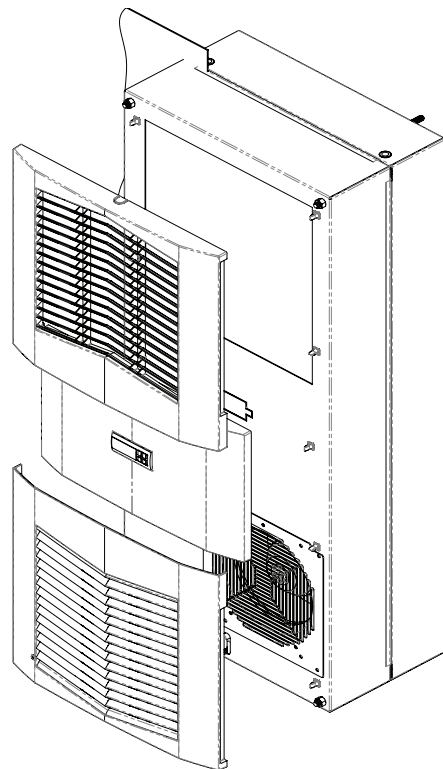

Ilustración 6
14. Ejercer presión para introducir en el panel frontal la rejilla con aberturas de ventilación y, en los casos en los que sea aplicable, el panel central del gabinete. Consulte Ilustración 6 en la página 9.